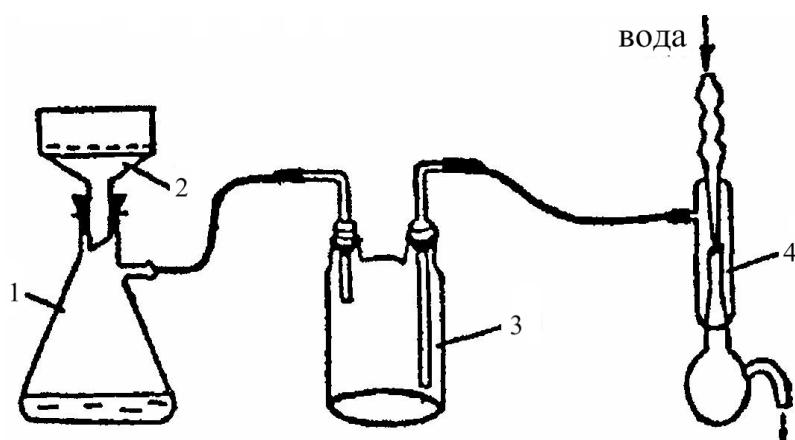

Рис. 4. Лабораторний нутч-фільтр:
4. *Кристалізація і фільтрація.* При охолодженні гарячого фільтрату до кімнатної температури відбувається кристалізація бензолсульфаміду. Кристали чистої речовини відділяють на лабораторному нутч-фільтрі (рис. 4), промиваючи її невеликою кількістю розчинника.